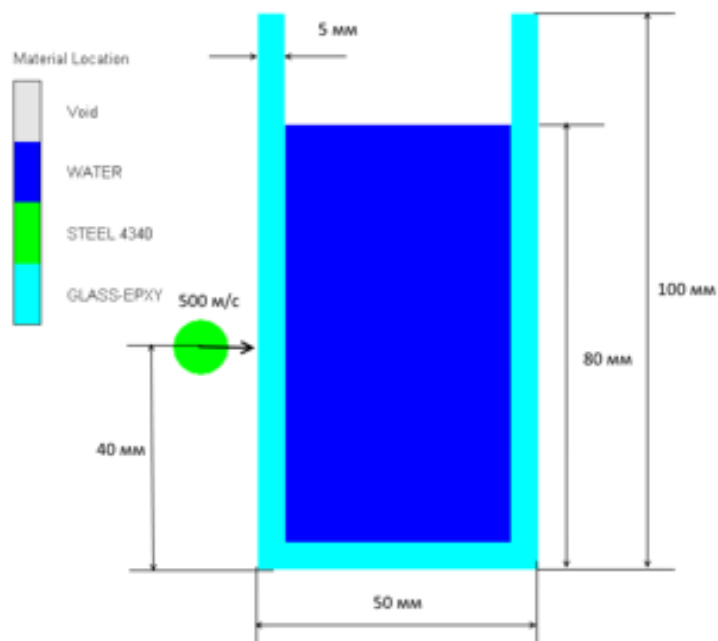

Рисунок 3 – Схема моделирования пробития шариком стакана с водой
4. Моделирование пробития стакана с водой шариком (рисунок 3):